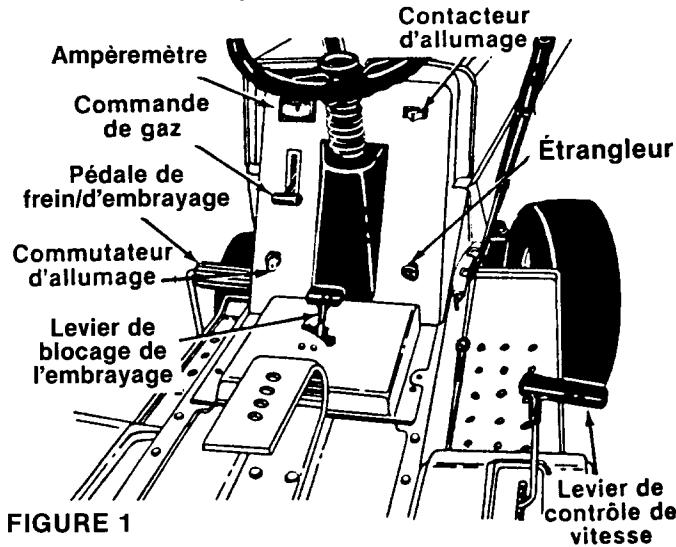

FIGURE 1
L'obturateur sert à régler le régime du moteur et à faire fonctionner le volet de départ. Pour obtenir de meilleurs résultats lors de la coupe, placez l'obturateur à la position RAPIDE. Voir la figure 1.
Il sert à passer d'«AVANT», au «POINT MORT» ET EN «MARCHE ARRIÈRE». Voir la figure 1.
L'étrangleur est placé sur la droite du tableau de bord et il est commandé manuellement. Tirez sur l'étrangleur. Lorsque le moteur démarre, enfoncez doucement l'étrangleur pendant que le moteur chauffe. Voir figure 1.
tourne, laissez la clé retourner sur la position «MARCHE» (ON). Pour arrêter le moteur, tournez la clé vers la gauche, sur la position «ARRÊT» (STOP) et retirez-la pour éviter tout démarrage accidentel. Voir figure 1.
Il permet de régler la vitesse de déplacement du tracteur. Voir la figure 1. Utilisez l'une des six positions. Pour régler le levier, appuyez sur la pédale d'embrayage/frein, enfoncez le levier de réglage et tirez-le pour ralentir, poussez-le pour accélérer. Une fois la vitesse désirée obtenue, lâchez le levier. Chaque fois que l'embrayage sera engagé, le tracteur se déplacera automatiquement à la vitesse pré-réglée.
Poussez l'interrupteur pour allumer les phares; ceux-ci ne fonctionnent que lorsque le moteur tourne. Voir figure 1.
Si la batterie est chargée ou si le moteur tourne au ralenti, l'ampèremètre peut ne pas indiquer de charge. Voir la figure 1.
3. Placez la manette d'enclenchement de la lame à la position NON ENGAGÉE. Voir la figure 1.
4. Réglez l'obturateur à la position «VOLET DE DÉPART». Voir la figure 1.
5. Tournez la clé du contacteur sur la position «DÉMARRAGE» (START). Lorsque le moteur tourne, laissez la clé retourner sur la position «MARCHE» (ON). Voir figure 1.